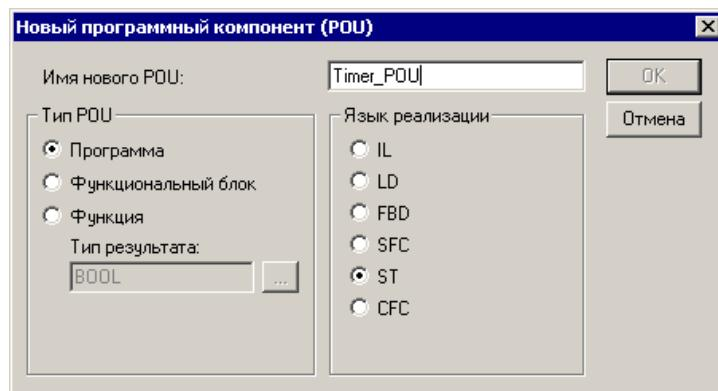

Рисунок 9.1 – Добавление POU
- 4) Воткнувшееся окно (см. рисунок 9.1) задать тип, имя и язык написания POU: добавляемый POU должен быть типа «Программа (Program)», имя и язык написания могут быть любыми, в примере выбран язык ST и дано имя Timer\_POU.